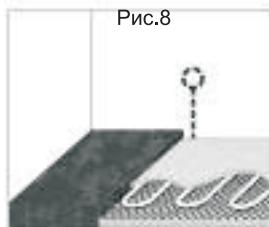

Рис.9
- Засыпьте нагревательный кабель слоем песка высотой 5 см (гравий не допускается) (Рис.9).